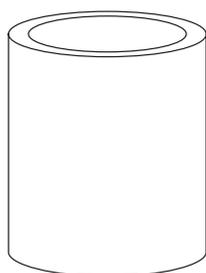

Figure 6 : Accessoire de sertissage Qualcrimp
• Accessoire de sertissage Qualcrimp (figure 6)